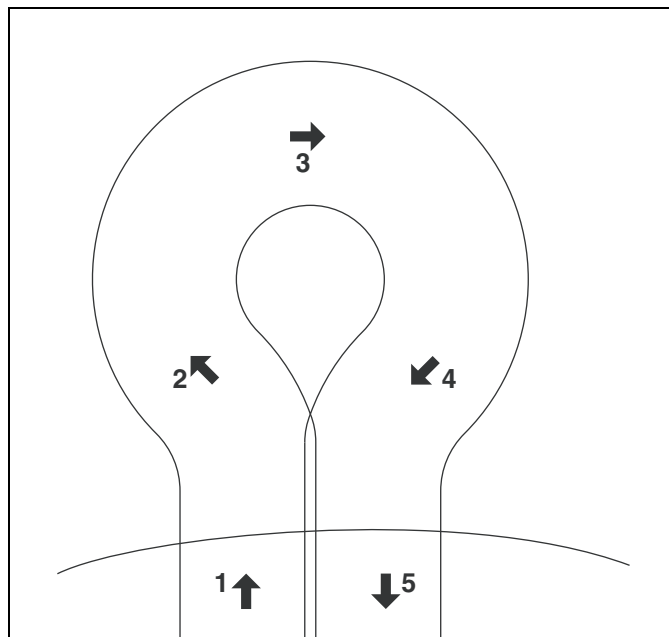

Figura 6F
- e. Per girare a destra, iniziate girando il tosaerba leggermente verso sinistra (**2**). Quando il tosaerba si sarà spostato verso sinistra di uno spazio pari a metà della sua larghezza, giratelo rapidamente verso destra (**3 e 4**), guidandolo con la mano destra. Con questo metodo è possibile fare dietrofront velocemente, con pochissimi passi. [Figura 6F]